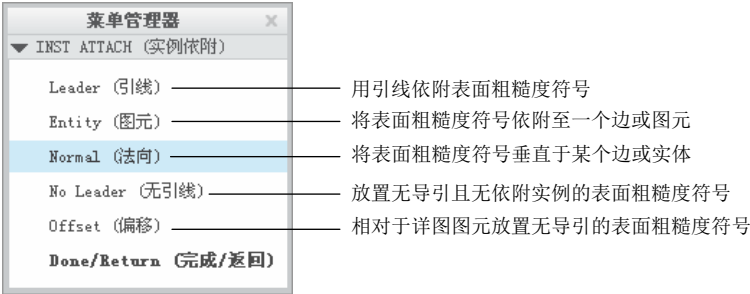

图 10.9.4 “INST ATTACH (实例依附)”菜单
Step4. 选取附着类型。从系统弹出的图 10.9.4 所示的 ▾ INST ATTACH (实例依附) 菜单中，选择 Normal (法向) 命令。